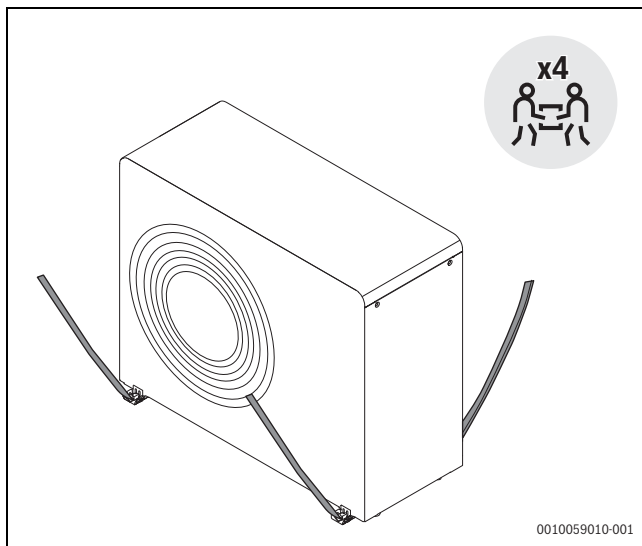

Bild 19 Beim Transportieren der Wärmepumpe ohne Verpackung die Gurte verwenden
- ▶ Achtung! Die Wärmepumpe ist auf der Kompressorseite schwerer (→ Abbildung 19).